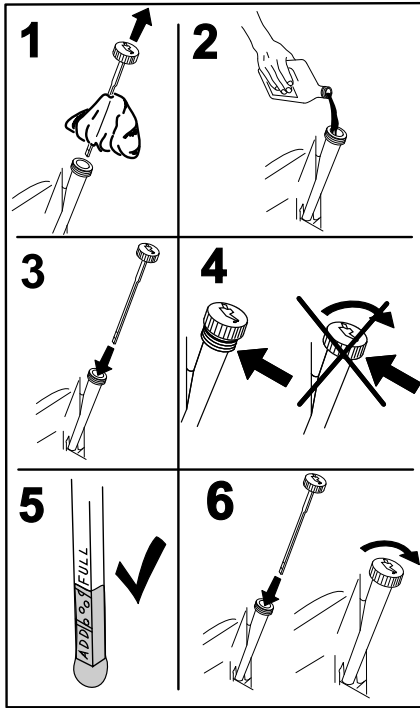

Bild 52
- Gießen Sie langsam ungefähr 80 % der angegebenen Ölsorte in den Einfüllstutzen und füllen Sie dann vorsichtig mehr Öl ein, um den Ölstand an die **Voll**-Marke zu bringen (Bild 52).